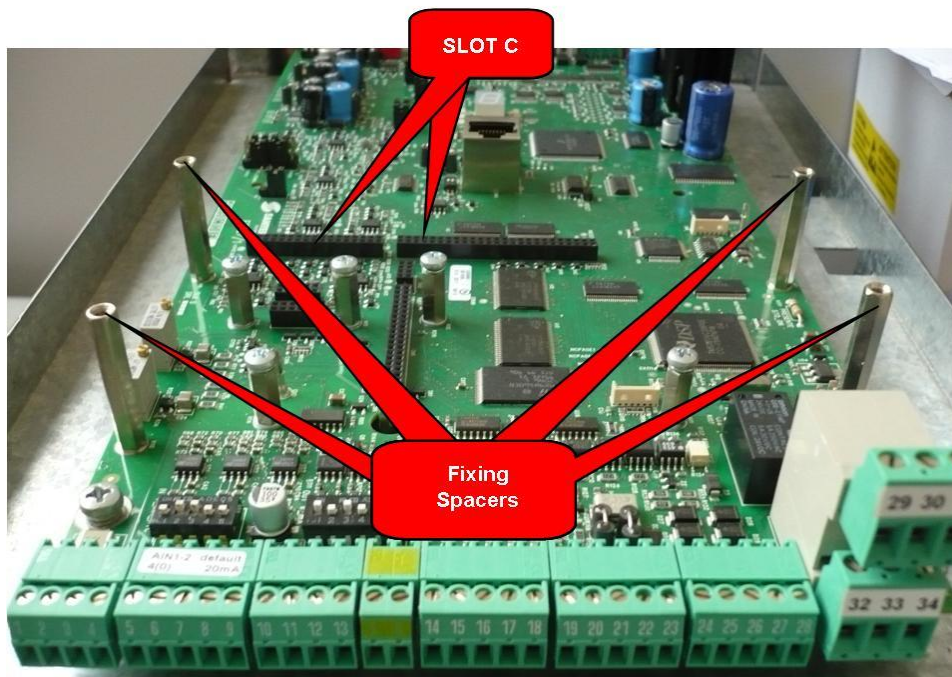

Figura 150: Posizione dello slot C all'interno del coperchio morsettiere Inverter
3. Rimuovere il coperchio di protezione della morsettiere dell'inverter agendo sulle due viti frontali nella parte bassa del coperchio. Risulta così accessibile lo slot C della scheda di controllo sul quale va installata la scheda ES950 come visibile in Figura 150.